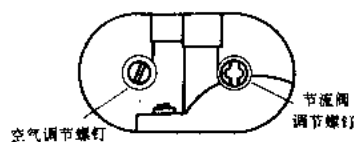

图 1-2
1. 打开护腿挡风板的孔盖,便会看到图 1-2 所示化油器上的两个螺钉——空气调节螺钉和节流阀调节螺钉。空气调节螺钉旋在怠速空气量孔内,顺时针拧入时,螺钉旋进怠速空气量孔内,空气进量少;逆时针拧出螺钉,空气进量多。